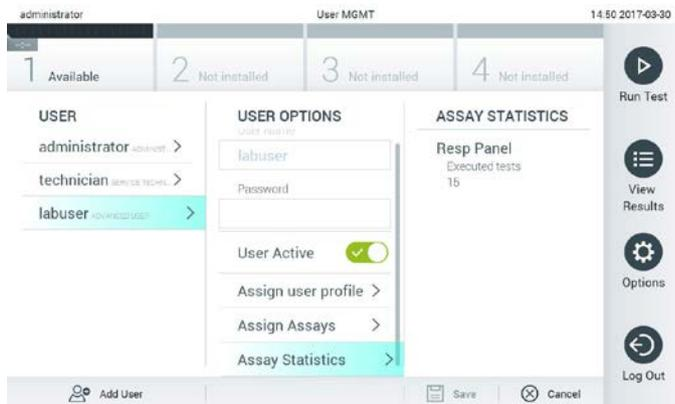

Figura 55. Visualizzazione delle statistiche dell'esame.
- Assay Statistics (Statistiche esame): mostra il numero di volte che un esame è stato eseguito dall'utente selezionato (Figura 55, pagina successiva).